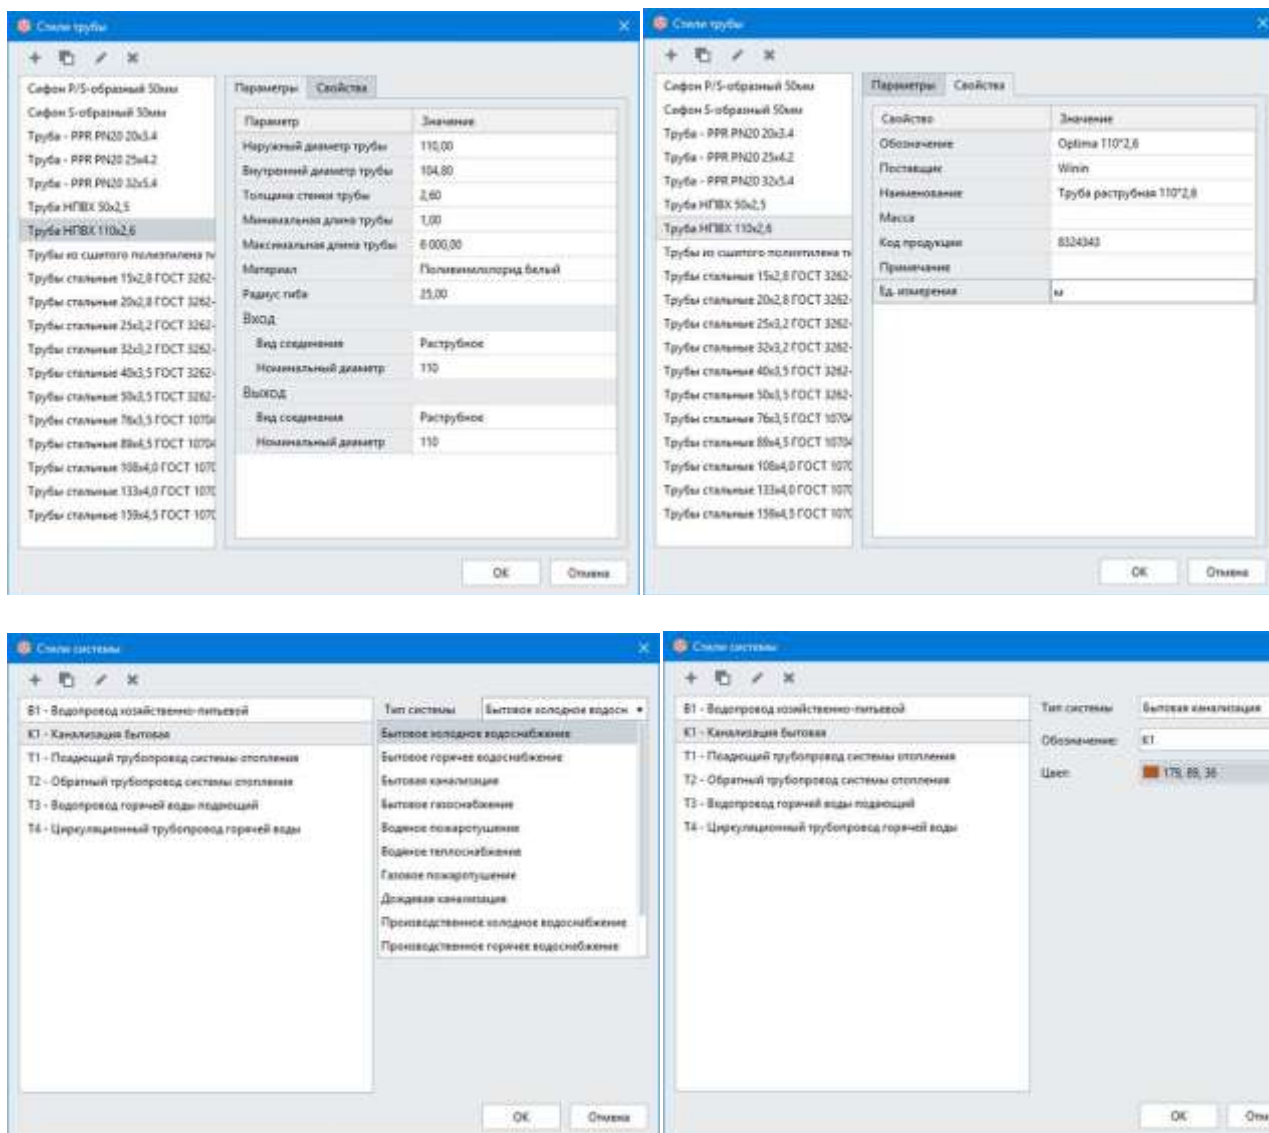

Рисунок 6.4 – Прописание стиля трубы
4. Создаем стили систем, рис.6.4